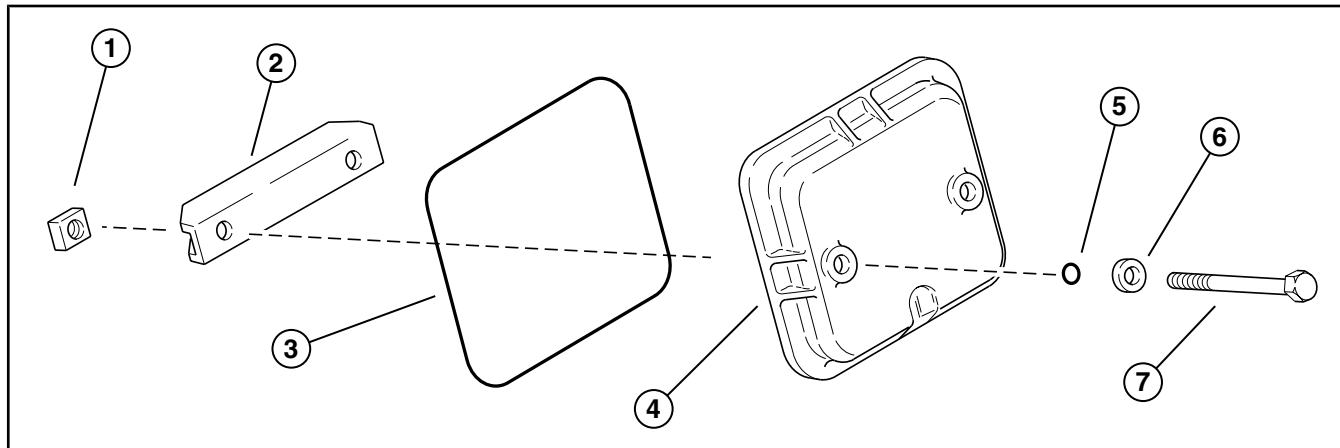

Рисунок 8.05-4: Люк масляного поддона в сборе
2. Ослабьте винты с головкой под ключ зажима дверцы поддона картера (см. Рисунок 8.05-4). Поверните узел на 45°, чтобы снять дверцу со смотрового отверстия.